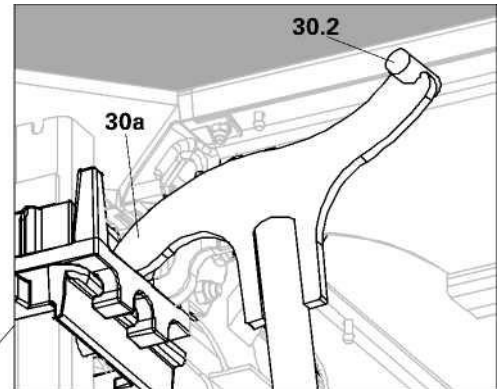

Fig. A11.11a
2. Aplicar força ascendente com o cabo (30.3) da ferramenta de remoção AD (30) de forma que o ponto de articulação (30.2) seja pressionado contra a superfície da laje. (Fig. A11.11a)